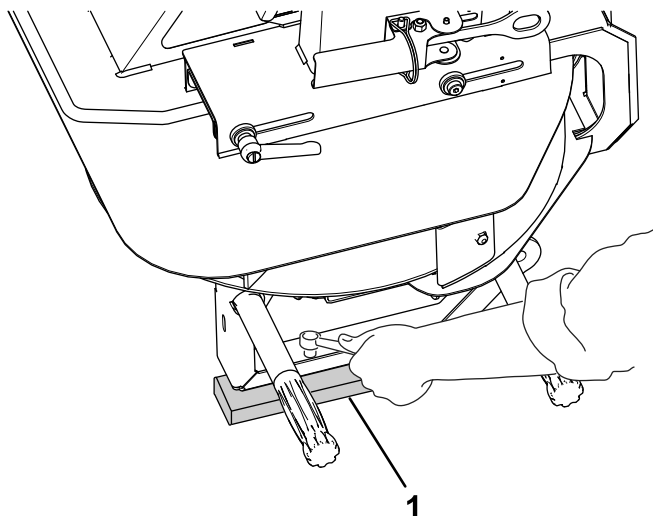

Figura 1
2. Remova os quatro parafusos das pernas do rotor duplo. Com a ajuda de um colega, eleve o rotor duplo e retire os pernos e a espuma da embalagem (Figura 1).